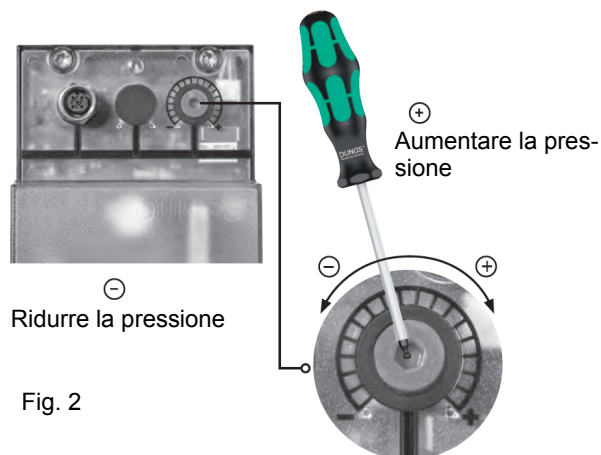

Fig. 2
**ATTENZIONE:** Per impostare la pressione in uscita del regolatore VD-R, agire sull'apposita ghiera di regolazione (Fig. 2)
1. Applicare VD su VB, fig. 2+3.